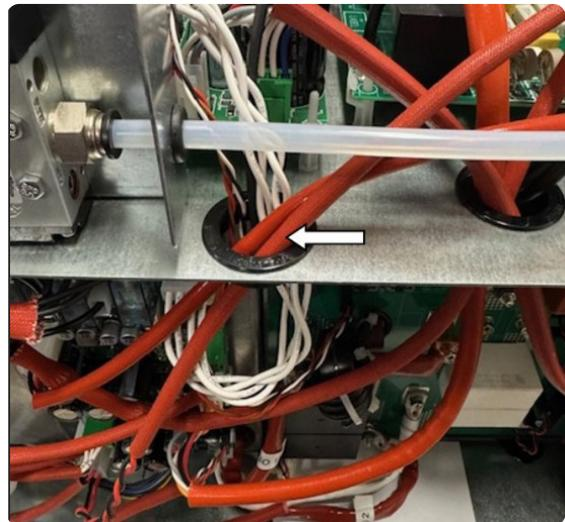

Fig. 8
- ◆ Para ello es necesario pasar la conexión 5585932 (pos.4) por el orificio disponible en el plano intermedio indicado en la fig.8